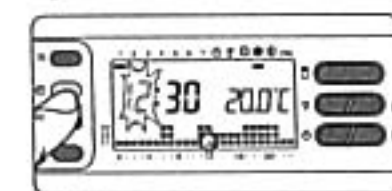

Fig. 18
3.4 - Premere il pulsante  $\ominus$  (fig. 18).